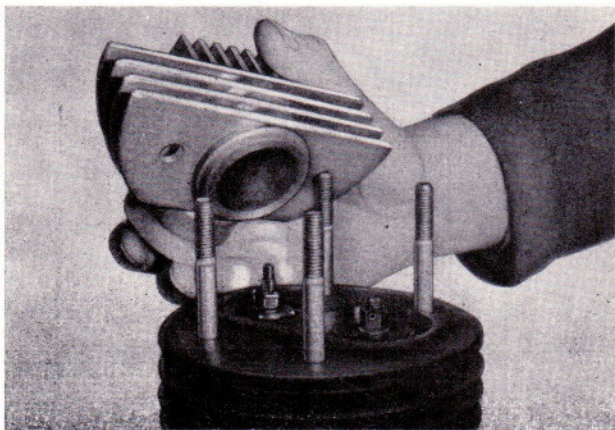

Bild 141
- Ventildeckelmuttern lösen und Ventildeckel abnehmen (Bild 141).